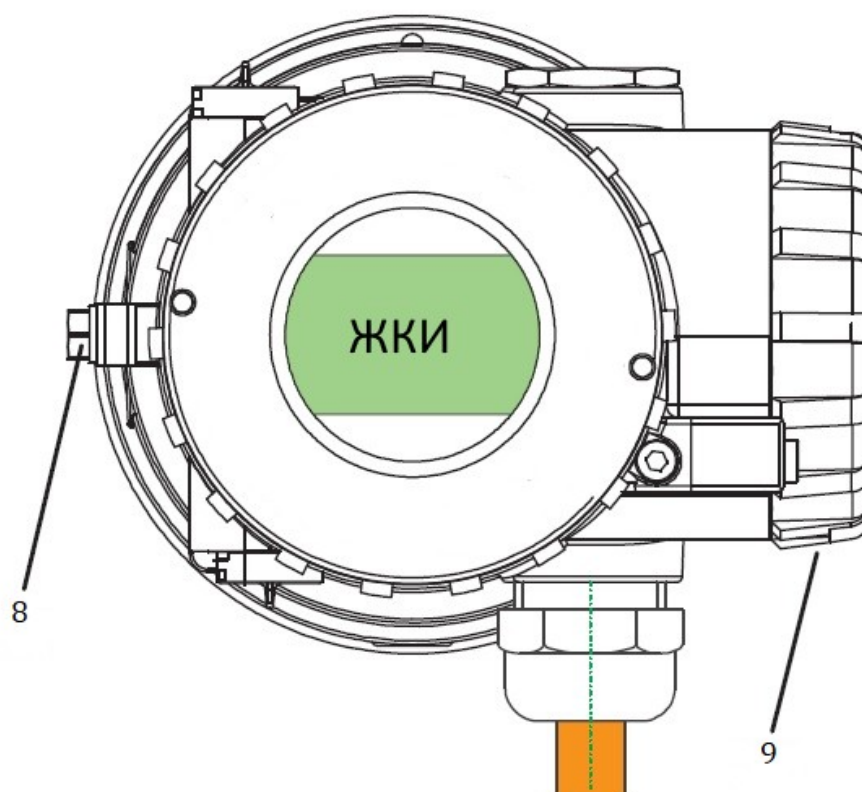

Рис. 2
- собрать схему, представленную на рис. 2 ПРИЛОЖЕНИЯ “Е”;